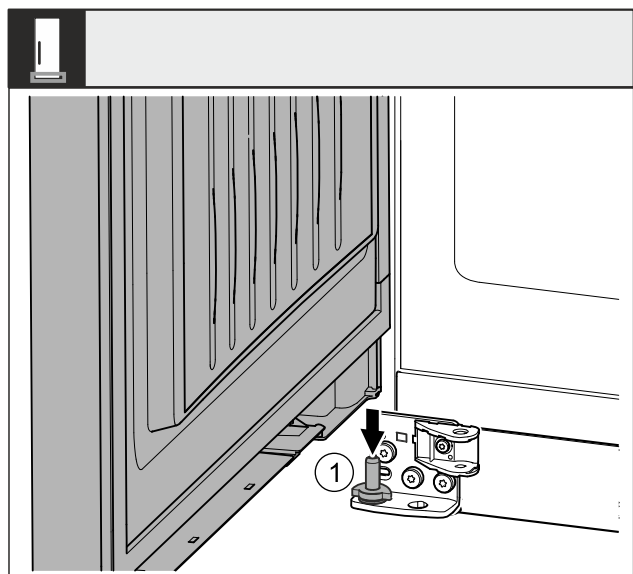

Fig. 42
- Stavite vrata odozgo na donji svornjak ležaja Fig. 42 (1).